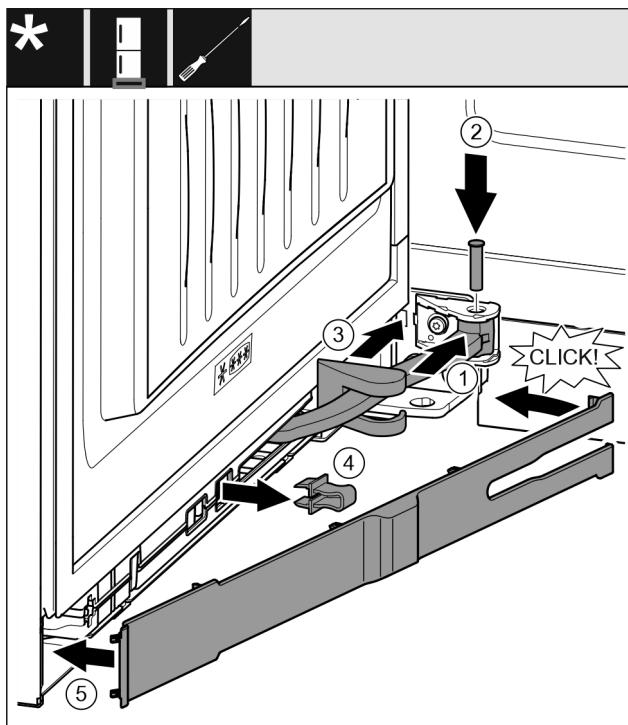

Fig. 53
- Gelenk Fig. 53 (1) in Aufhängung drehen.
- Bolzen Fig. 53 (2) mit einem Schaubendreher in Aufhängung und Gelenk einsetzen. Dabei darauf achten, dass der Rastnocken korrekt in der Nut sitzt.
- Lagerbockabdeckung Fig. 53 (3) entlang des Gelenks schieben und über der Aufhängung montieren.
- Sicherung Fig. 53 (4) abnehmen.
- Blende Fig. 53 (5) griffseitig ansetzen und einschwenken.